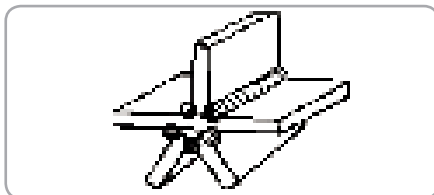

Fig.15
- **Îmbinări sudate multiple (fig. 15):**